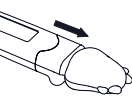

Figura 3
2. Levare il coperchio della batteria come mostrato nella Figura 3.